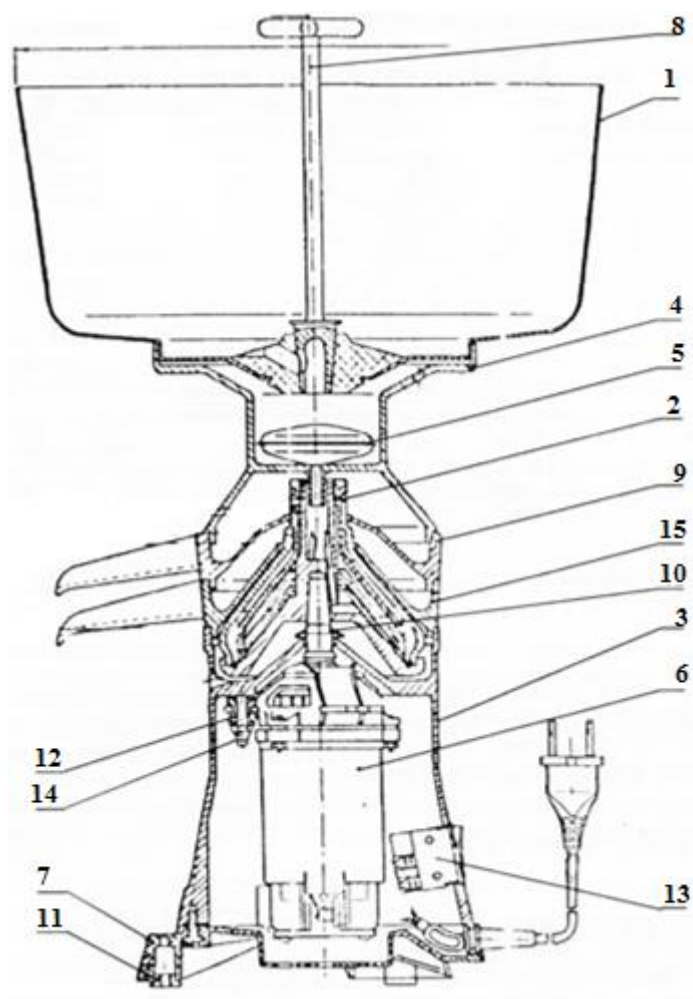

Рисунок 1: Сепаратор
Посуда (рис. 1) состоит из молокоприемника с пробкой, камеры поплавковой, поплавка, приемников сливок и обрата.
1. Перед включением придерживайтесь следующей последовательности сборки: наденьте собранный барабан на конусную часть вала, слегка прижав его рукой сверху (рис. 1).
2. Установите приемник обраты (15), приемник сливок (9). Обратите внимание на правильность их установки на корпус и между собой.